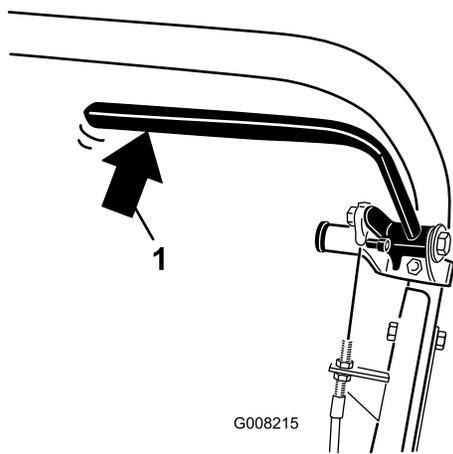

Figure 32
2. À l'aide d'un dynamomètre, appuyez vers l'arrière sur le levier du frein de service (Figure 32). Le frein de stationnement doit se desserrer lorsqu'une force de 13,5 à 18 kg est atteinte. Si le frein de stationnement se desserre avant d'atteindre une force de 13,5 à 18 kg, le câble de frein doit être réglé. Passez à l'opération 3.